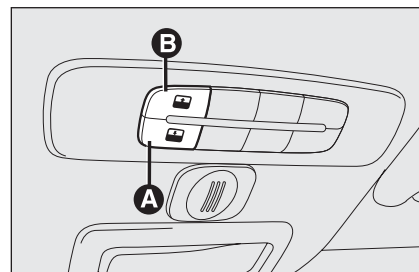
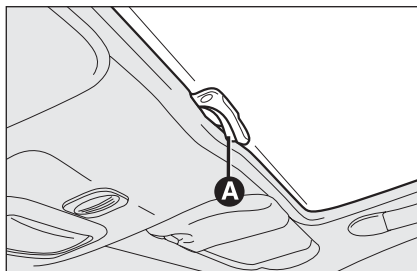

fig. 43
fig. 44
Le toit ouvrant avec large surface vitrée est constitué d'un panneau de verre doté d'un store pare-soleil à actionnement manuel. Le store peut être utilisé dans les positions "complètement fermé" et "complètement ouvert" (sans positions fixes intermédiaires). Pour ouvrir le store: appuyer sur l'ergot **A**-fig. 44, le dégager et l'accompagner jusqu'à la position "complètement ouvert". Pour le fermer, inverser l'opération.
Le toit ouvrant avec large surface vitrée est constitué d'un panneau de verre doté d'un store pare-soleil à actionnement manuel. Le store peut être utilisé dans les positions "complètement fermé" et "complètement ouvert" (sans positions fixes intermédiaires). Pour ouvrir le store: appuyer sur l'ergot **A**-fig. 44, le dégager et l'accompagner jusqu'à la position "complètement ouvert". Pour le fermer, inverser l'opération. L'actionnement du toit n'est possible que lorsque la clé de contact est tournée sur **MAR.** Les commandes **A-B** fig. 43 qui se trouvent sur une planche dédiée près du plafonnier avant, commandent les fonctions d'ouverture / fermeture du toit ouvrant.
Appuyer sur le bouton **B**-fig. 43 et garder la pression, le panneau en verre avant se déplacera dans la position "spoiler"; appuyer de nouveau sur le bouton **B**-fig. 43 et, en agissant sur la commande pendant plus d'une demie seconde, s'active le mouvement de la vitre du toit qui poursuit automatiquement jusqu'à l'arrêt; la vitre du toit peut être arrêtée dans une position intermédiaire en agissant de nouveau sur le bouton.
A partir de la position de toit complètement ouvert, appuyer sur le bouton **A-fig. 43** et si l'on agit sur le bouton pendant plus d'une demie seconde, la vitre avant du toit se déplacera automatiquement dans la position "spoiler"; en agissant de nouveau sur le bouton, la vitre du toit s'arrête dans une position intermédiaire; appuyer de nouveau sur le bouton **A-fig. 43** et garder la pression jusqu'à la fermeture complète du panneau.
- ☐ appuyer sur le bouton **A-fig. 43** en position de fermeture;